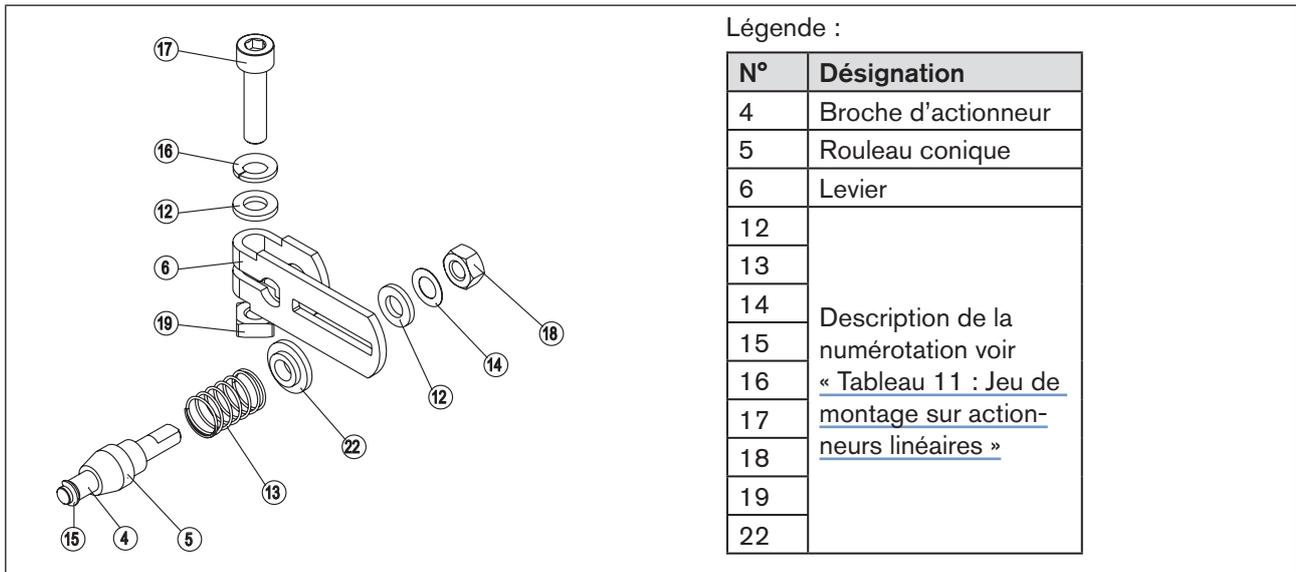

Figure 13 : Montage du levier
- Assembler le levier (s'il n'est pas déjà monté) (voir « Figure 13 »).